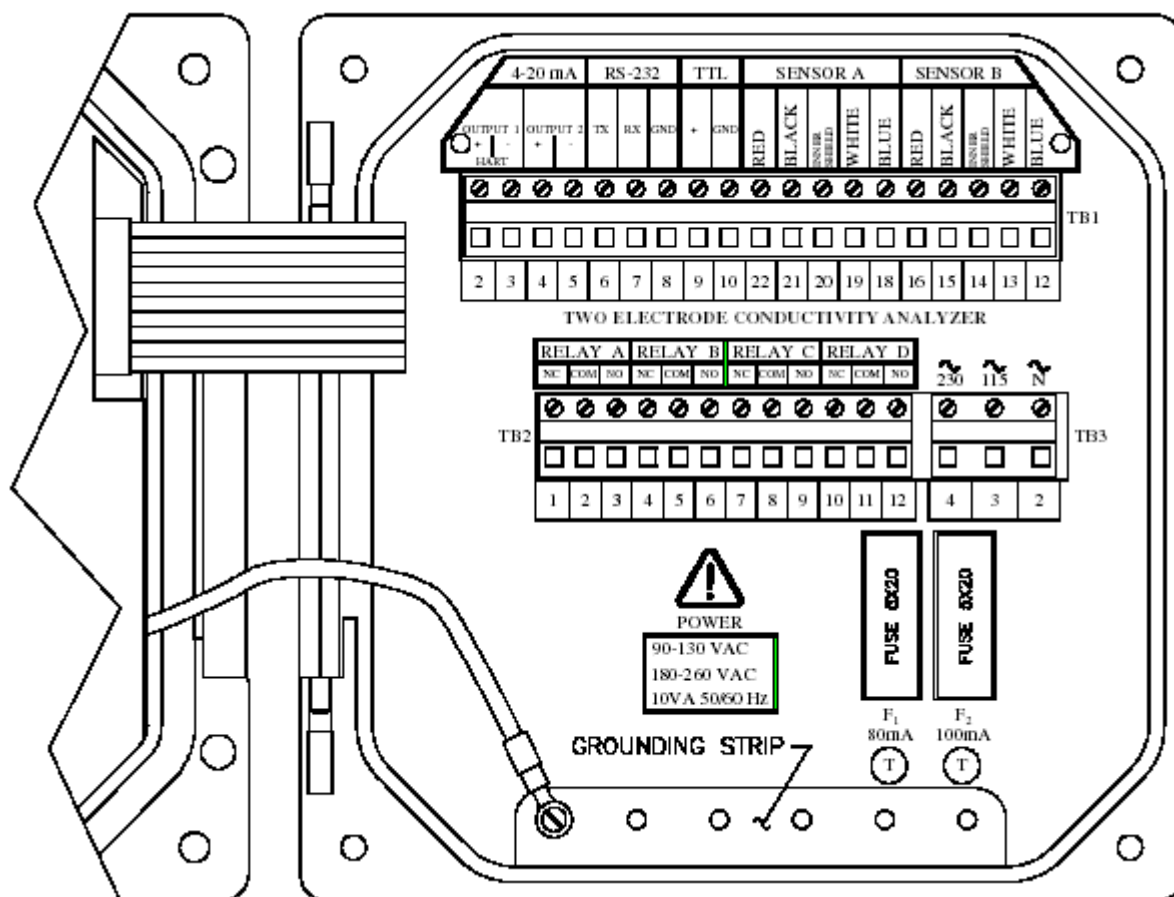

图 2-3 序列号前缀为“B”的测定仪的接线端标识
要操作电气连接的接线端,请拧下四个紧固螺钉,打开左侧外壳门。图 2-3 和图 2-3 显示了接线端的排列及它们所被指定的作用。
- 对于序列号前缀为“ B ”的测定仪 , 连接到箱体底部的接地带 (5 个开孔 , 如图 2-3 所示)。